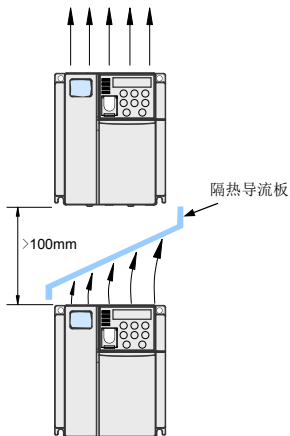

图 3-2 MD310 变频器上下安装示意图
- 2) 请向上垂直安装变频器, 便于热量向上散发。若柜内有多台变频器时, 请并排安装。在需上下安装的情况, 请参考图 3-2, 安装隔热导流板。